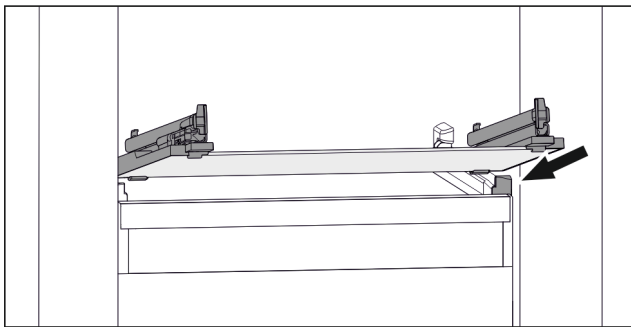

Fig. 103 Beispielhafte Darstellung der Glasplatte
- Glasplatte schräg hinter den Stoppern aufsetzen. (zie Fig. 103)